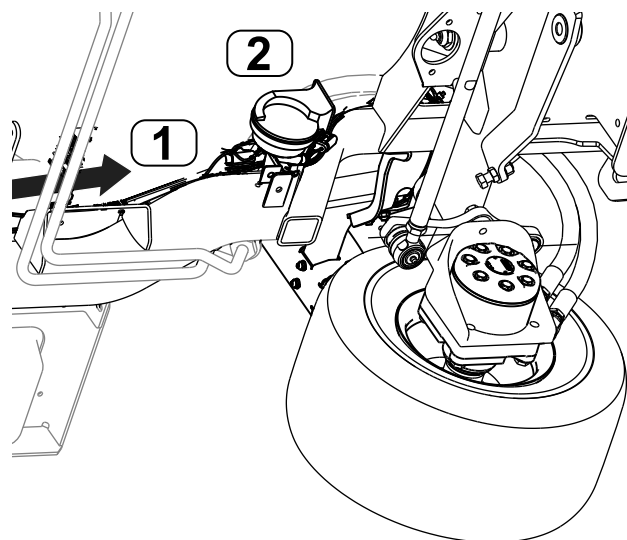

Figure 42
4. Branchez les connecteurs du faisceau de commande étiquetés HORN (J01, J02) sur l'avertisseur sonore (Figure 42).